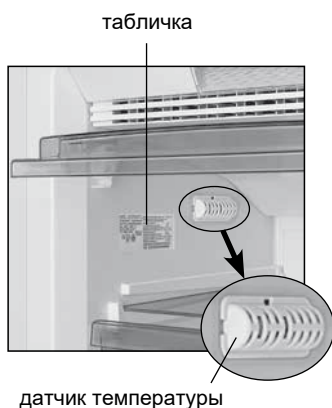

Рисунок 5
1.7 Морозильник должен эксплуатироваться в диапазоне температур окружающей среды, который соответствует климатическому классу, указанному на его табличке (см. рисунок 5). Соответствие диапазонов температур климатическим классам приведено в таблице 1.